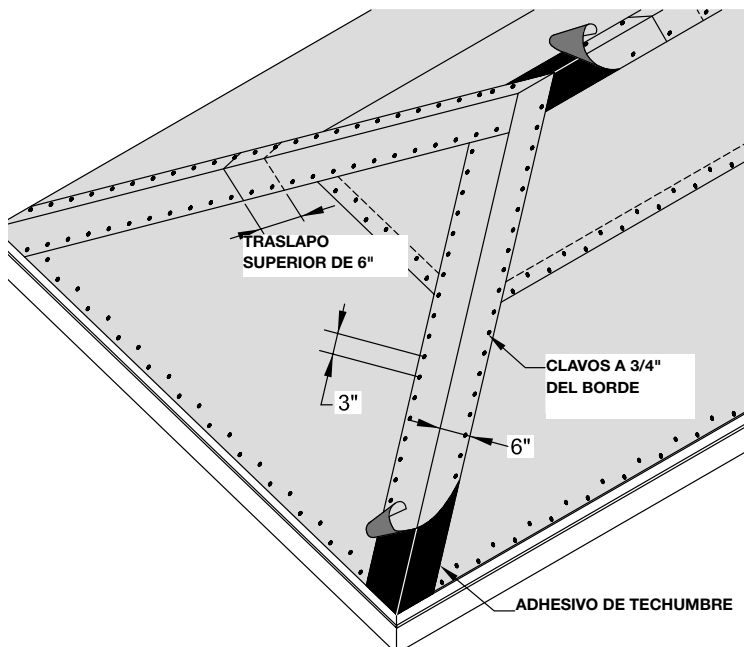

Figura 4 - Limatesas y cumbres: instalación con sujetadores expuestos
- Continúe hasta llegar al final de la limatesa o cumbresa (*vea la Figura 4*).